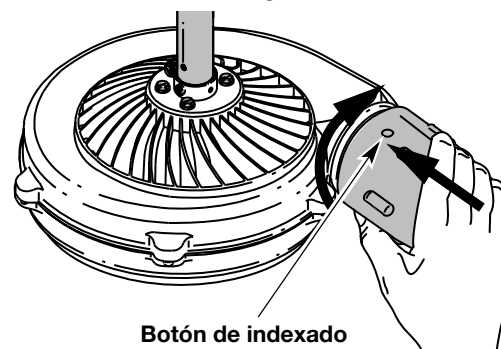

Fig. 7
2. Empuje la boquilla dentro de la cubierta y voltéela hacia la derecha hasta que asegure (Fig. 7).